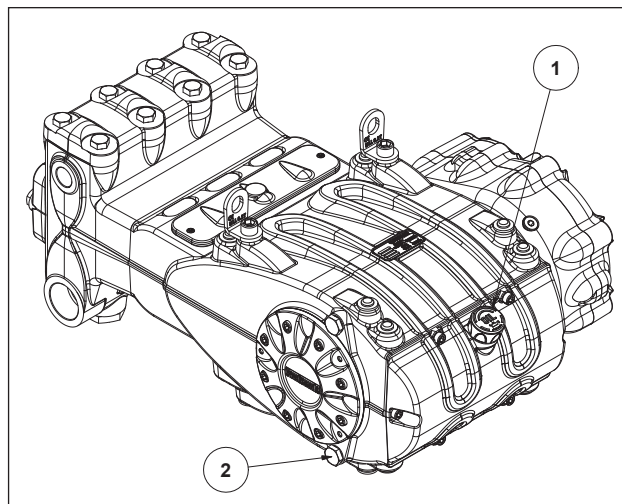

Рис. 3
Проверьте уровень масла с помощью специальной пробки с маслоизмерительным щупом, на который нанесены метки минимального и максимального уровня ①, Рис. 3. При необходимости долейте нужное количество. Правильный контроль уровня масла производится, когда температура насоса равна температуре окружающей среды. Замена масла выполняется при рабочей температуре насоса путем снятия пробки поз. ②, Рис. 3. Масло необходимо проверять и заменять, как указано в разделе 11. Необходимое количество составляет ~9 литров для насоса с редуктором и ~7,5 литров для насоса без редуктора.